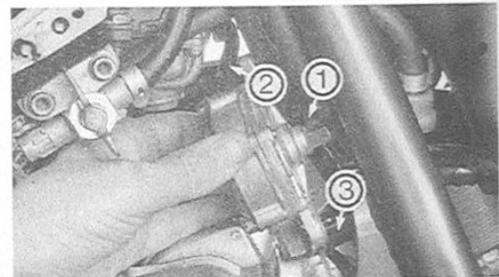

Bild 55 ▶
- Unterdruckleitung ① und Benzinablaufleitung ② von der Benzinpumpe entfernen (Bild 55).